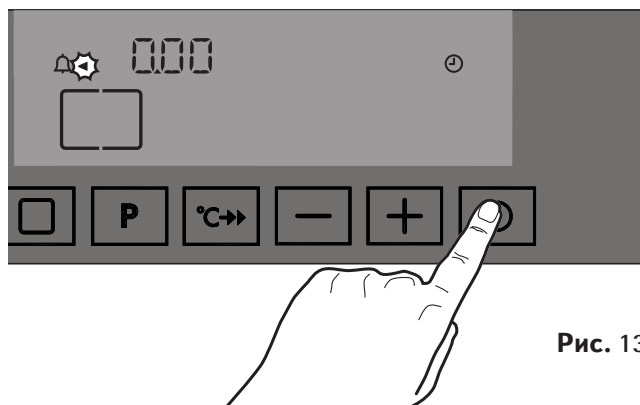

Рис. 13
1. Коснитесь клавиши “Функция времени” . При этом замигает символ  рядом с символом таймера , а дисплей времени покажет “0.00” (Рис. 13).